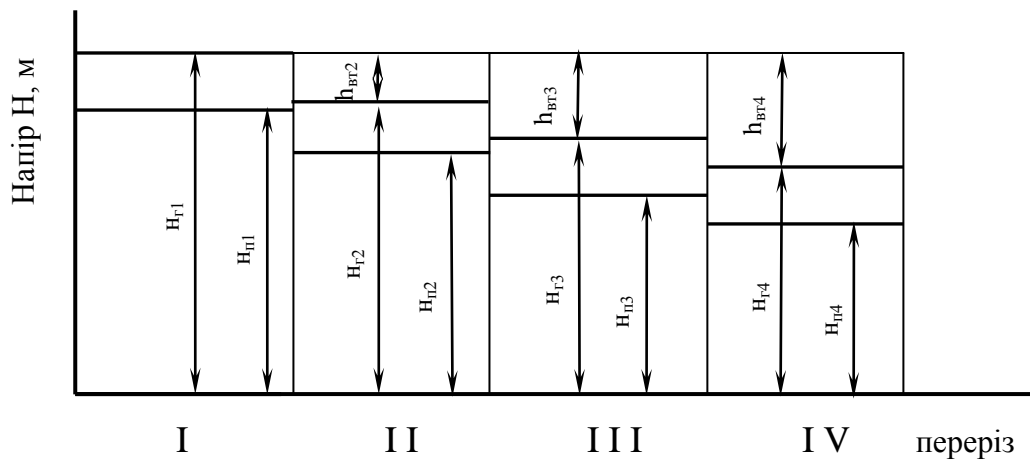

Рис. 2.2. Графік напорів, які входять у рівняння Бернуллі
5. За показаннями гідрометрів та п'єзометрів для кожного перерізу будують у масштабі графік зміни напорів, які входять у рівняння Бернуллі (рис. 2.2).